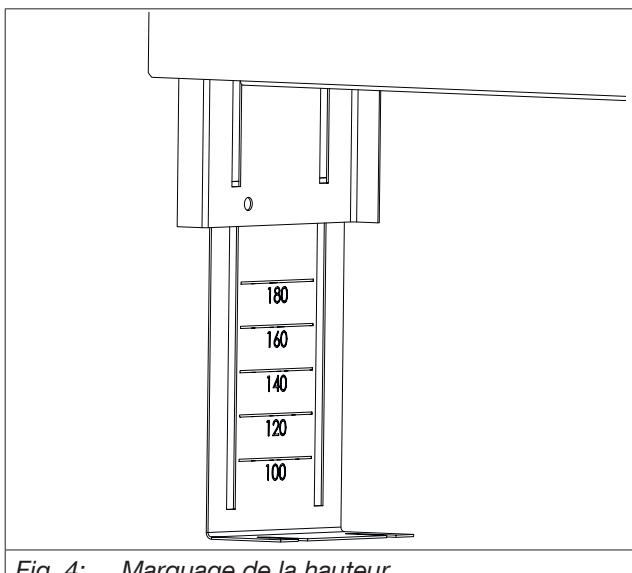

Fig. 4: Marquage de la hauteur
- Ajuster les pieds du coffret pour pose encastrée à la hauteur souhaitée. Respecter la hauteur de la chape lors de l'ajustage des pieds. La surface de la chape devrait se situer au moins 1 cm au-dessus du bord inférieur du cache pour chape. Un marquage de la hauteur (voir Fig. 4 en page 28) apparaît en extrayant les pieds. Les dimensions indiquent la distance entre le plancher et le bord inférieur du cache pour chape. Ajuster les pieds